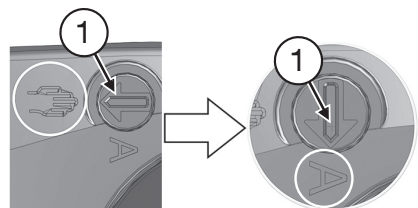

Abb. 14
6. Betriebsschalter (1) zurück auf Automatikmodus stellen. Dazu diesen mit einem Schraubendreher um 90° gegen den Uhrzeigersinn nach links drehen, so dass der Schlitz in senkrechter Position steht und die Pfeilspitze auf das „A“ zeigt (Abb. 14).